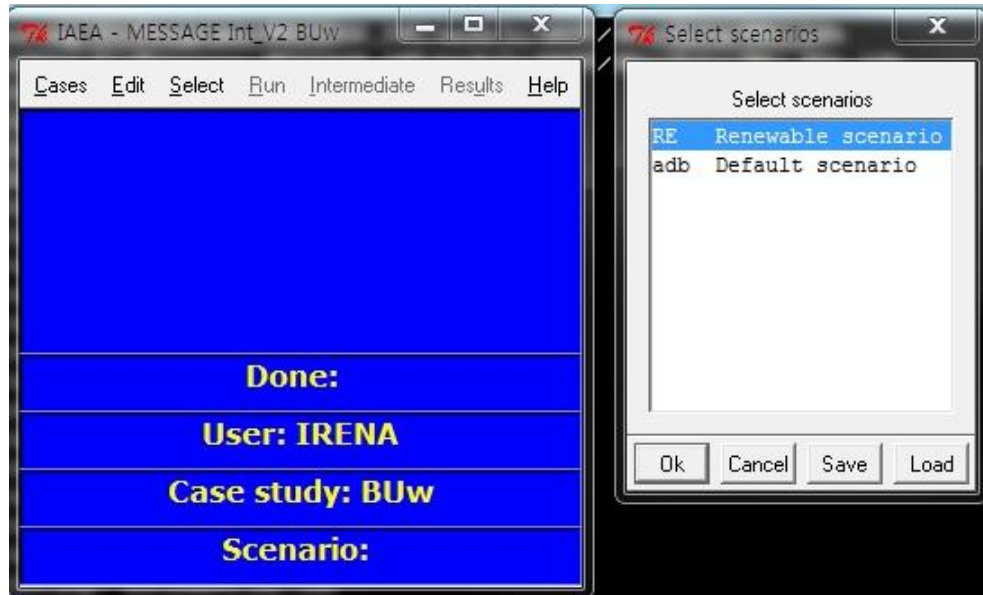

Figure 12. Windows to select a scenario Figure 12. Fenêtre pour sélectionner le scénario
- b. Select "Select / scenarios" and choose a scenario to run (Figure 12)
Sélectionnez "Select / scenarios" et choisissez un scénario pour simuler (Figure 12)